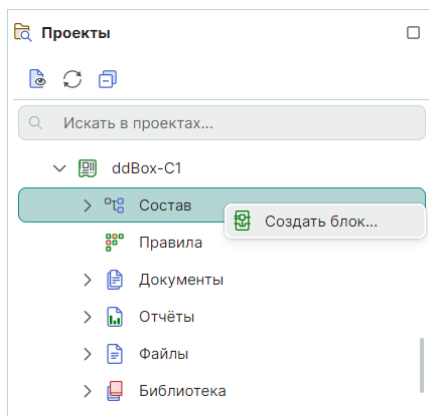

Рис. 243 Выбор активного проекта и создание блока
1. Выберите проект на панели «Проекты» и перейдите к узлу «Состав» см. Рис. 243.
2. Вызовите контекстное меню для узла «Состав» и выберите пункт «Создать блок...», см. Рис. 243.